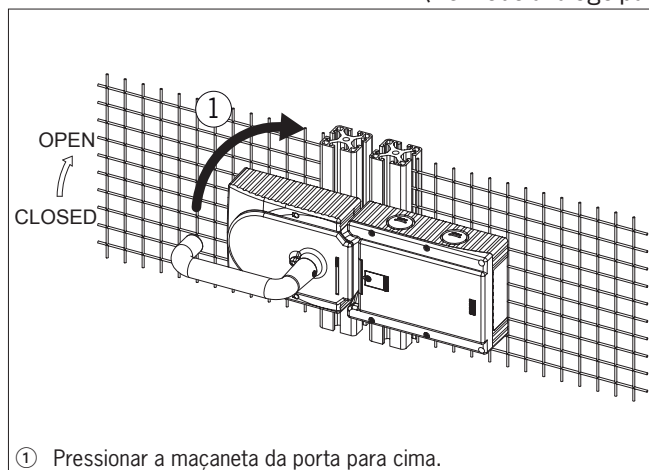

Figura 9: Mudar a direção de acionamento, passo ①
- Para as portas com batente à esquerda, o sistema é montado, por assim dizer, invertido. Isto é, o dispositivo de proteção abre-se, quando a maçaneta da porta for pressionada para cima (consultar a figura 9). Por esta razão, a direção de acionamento da maçaneta da porta deve ser mudada (consultar a figura 9 - 14).